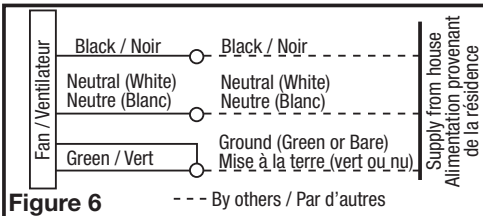

Figure 6
2. Pull the loose black, white and green wires out from the wire compartment (additional wires will be present). Install an approved electrical connector to the wire compartment cover (not included). Run a black (hot), white (neutral), and a green or bare ground wire from the supply through the electrical connector. Connect all wires from the supply to their corresponding wires within the wire compartment (**Figure 6**). Use approved methods for all connections.
2. Retirez les fils noirs, blancs et verts détachés du compartiment des câbles (des fils supplémentaires seront présents). Installez un connecteur électrique approuvé sur le couvercle du compartiment des câbles (non inclus). Faites passer un fil noir (chaud), blanc (neutre) et un fil de terre vert ou nu de l'alimentation à travers le connecteur électrique. Connectez tous les fils de l'alimentation à leurs fils correspondants dans le compartiment des fils (**Figure 6**). Utilisez des méthodes approuvées pour toutes les connexions.